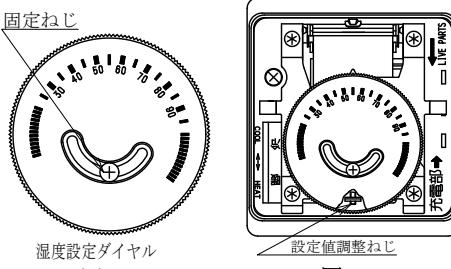

図2
- 湿度設定ダイヤルは、固定ねじで固定することができます。(図2参照)